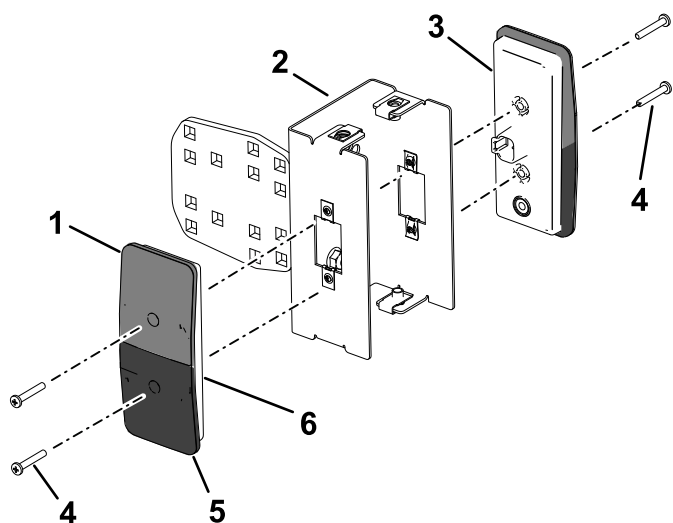

Figure 6
10. Placez les feux avant et arrière devant le support, avec le verre jaune en haut, comme montré à la Figure 6.
11. Fixez le feu avant à l'avant du support à l'aide de 2 vis (n° 10 x $\frac{1}{4}$ po); voir Figure 6.
12. Fixez le feu arrière sur le support à l'aide de 2 vis (n° 10 x $\frac{1}{4}$ po); voir Figure 6.